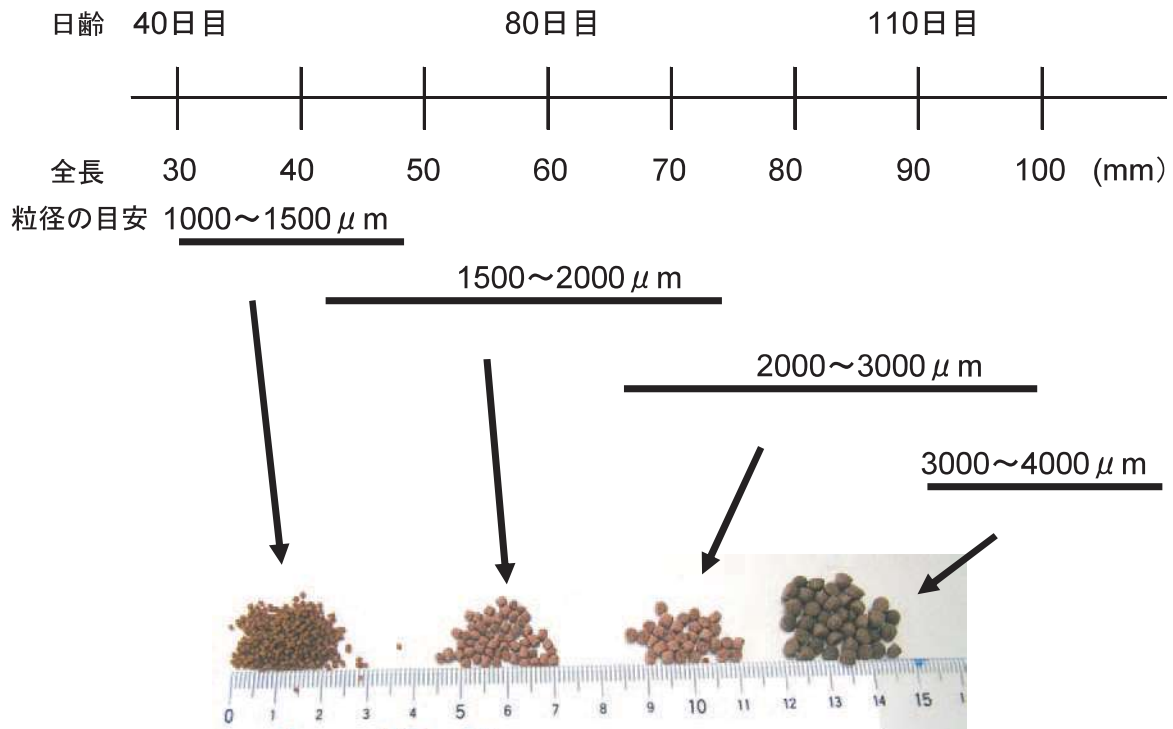

図1 中間育成における全長および日齢と配合飼料の関係
- ③ 餌の与えすぎに注意して下さい。陸上水槽の場合は水質が悪化し，疾病発生の原因となります。網生簀でも，残餌が海を汚染します。
- ④ 魚の大きさにあった餌を与えて下さい。例として，宮古栽培漁業センターの中間育成に使用している餌を示します（図1参照）。